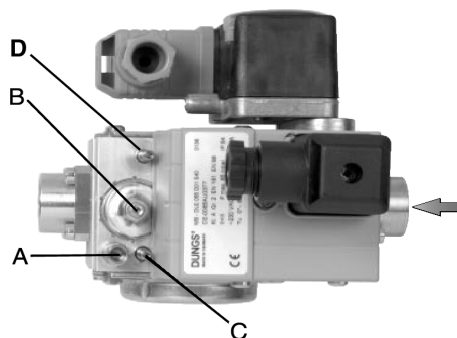
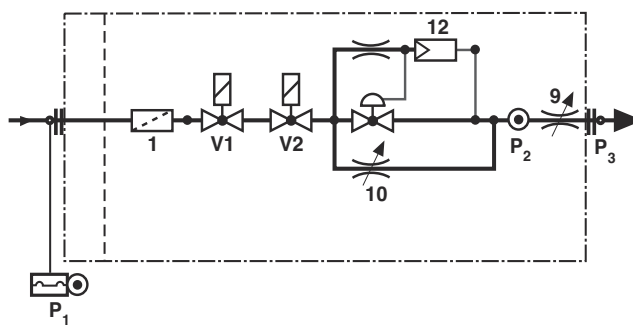

Fig. 8 -DUNGS MBC 65-DLE
Fig. 9
- A. presa pressione P2 (Fig. 9) a monte valvola D
- C. valvola di accensione (n.10 in Fig. 9)
- D. valvola di portata massima (n.9 in Fig. 9)
- svitare la vite **A** (Fig. 8) della presa di pressione e collegare il manometro;
- impostare al minimo il regolatore di pressione, girando la vite di regolazione **B** (Fig. 8) in senso antiorario;
- regolare la fiamma durante la fase di accensione utilizzando il by-pass **C** (vd. Fig. 9 n.10). Girando in senso orario, la portata del gas diminuisce, mentre aumenta girando in senso antiorario. Si raccomanda di non eccedere con la portata di accensione, pena l'inefficacia dello stabilizzatore **B** (Fig. 8).
Agire sul regolatore di pressione fino a raggiungere la portata desiderata, mediante la vite di regolazione **B** (Fig. 8): per aumentare la portata, girare la vite in senso orario, per ridurla, girare la vite in senso antiorario.
La valvola di regolazione D del riduttore della quantità del gas principale è stata completamente aperta in fabbrica: la sua posizione non deve essere modificata. Dopo avere eseguito tutte le regolazioni, rimuovere il manometro e riavvitare la vite di chiusura A (Fig. 8) nella presa per il manometro. La valvola di regolazione D del riduttore della quantità del gas principale è stata completamente aperta in fabbrica: la sua posizione non deve essere modificata. Dopo avere eseguito tutte le regolazioni, riavvitare la vite di chiusura A (Fig. 8) nella presa per il manometro..